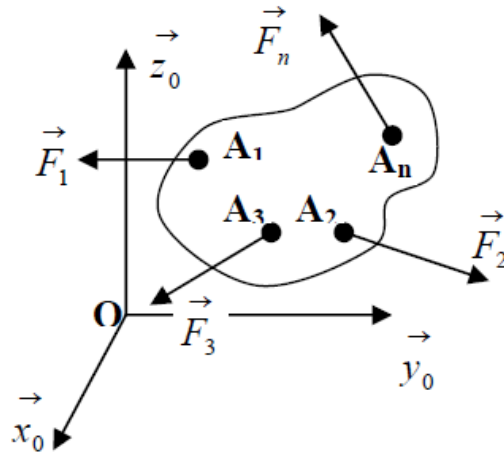

Figure 9: Equilibre d'un solide soumis à un ensemble de forces
Si on considère un solide (S) quelconque soumis à des forces: $(\vec{F}_1, \vec{F}_2, \vec{F}_3, \dots \vec{F}_n)$, appliquées au points: $(M_1, M_2, M_3, \dots M_n)$ respectivement, (fig 9).